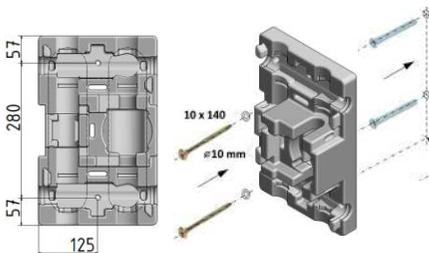

Рис.4: Настенное крепление насосных групп
2. Приложите крышку к стене и отметьте отверстия для сверления, или выполните разметку, как показано на Рис.4.